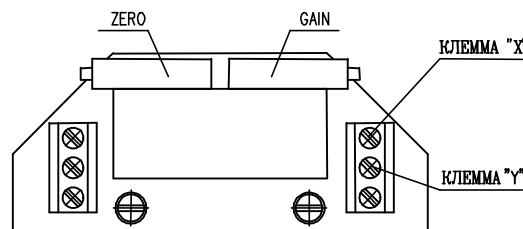

Рис. 8
3.4.2 EPV - 3-проводниковое включение (рис.8)
- Установите датчик сопротивления на основании инструкций в предыдущей главе так, что величину сопротивления измеряйте на клеммах X-Y (рис.8). (употреблен датчик с сопротивлением 2000Ω или 100Ω)
- Поворачиванием устанавливающего триммера ZERO (рис.8) установите величину выходного сигнала тока, измеряемого на клеммах 81-82, на величину 0 мА или 4 мА.
- Поворачиванием устанавливающего триммера GAIN (рис.8) установите величину выходного сигнала тока, измеряемого на клеммах 81-82, на величину 20 мА или 5 мА.